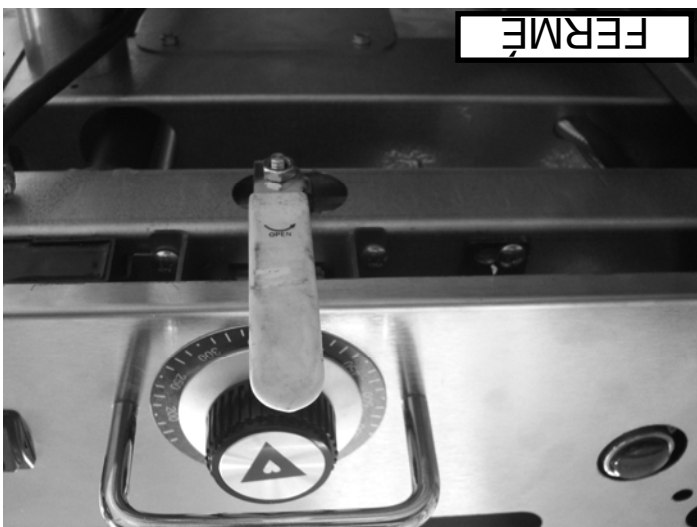

Fig. 6
Chaque section de 30 cm de la plaque chauffante peut être fermée de façon indépendante en réglant le thermostat correspondant à la position FERMÉ. Vous pouvez aussi laisser tous les thermostats réglés aux positions désirées et fermer toutes les sections à la fois en fermant le robinet d'arrêt de la plaque chauffante (Fig. 6). Cela fermera l'alimentation en gaz des veilleuses et des thermostats pour toutes les sections. Pour remettre l'appareil en fonction, il faut ouvrir le robinet d'arrêt de la plaque chauffante (Fig. 5) et rallumer les veilleuses au début de la prochaine période de cuisson. Voir la procédure d'allumage de la veilleuse.
Ce modèle comporte un système d'allumage électrique qui est contrôlé par un interrupteur d'alimentation à rappel. L'interrupteur d'alimentation ouvre et ferme seulement le système d'allumage électrique et fournit seulement l'alimentation aux allumeurs lorsqu'il est maintenu ouvert. Les brûleurs et les veilleuses d'allumage continueront à fonctionner lorsque l'interrupteur d'alimentation est fermé jusqu'à ce que l'alimentation en gaz à l'appareil soit coupée ou que le robinet d'arrêt du gaz de la plaque chauffante soit fermé (Fig. 6). En cas de défaillance du système d'allumage électronique, il est possible d'allumer les veilleuses à l'aide d'une source d'inflammation extérieure (telle qu'une tige pour allumer les bougies, etc.). Voir la procédure d'allumage de la veilleuse.
1. Fermez le robinet d'arrêt de la plaque chauffante (Voir Fig. 6 à la page 9). Attendez 5 minutes pour permettre au gaz accumulé dans le compartiment des brûleurs de s'échapper.
8. Si vous avez complété les étapes 1 à 7 et que la veilleuse n'est pas allumée, fermez le robinet d'arrêt de la plaque chauffante (Voir Fig. 6 à la page 9) et contactez une agence de service autorisée.
2. Fermer le robinet d'arrêt de la plaque chauffante (Voir Fig. 6 à la page 8) fermera le gaz de tous les thermostats et les veilleuses d'allumage. Les veilleuses devront être rallumées lorsque vous redémarrerez la plaque chauffante.